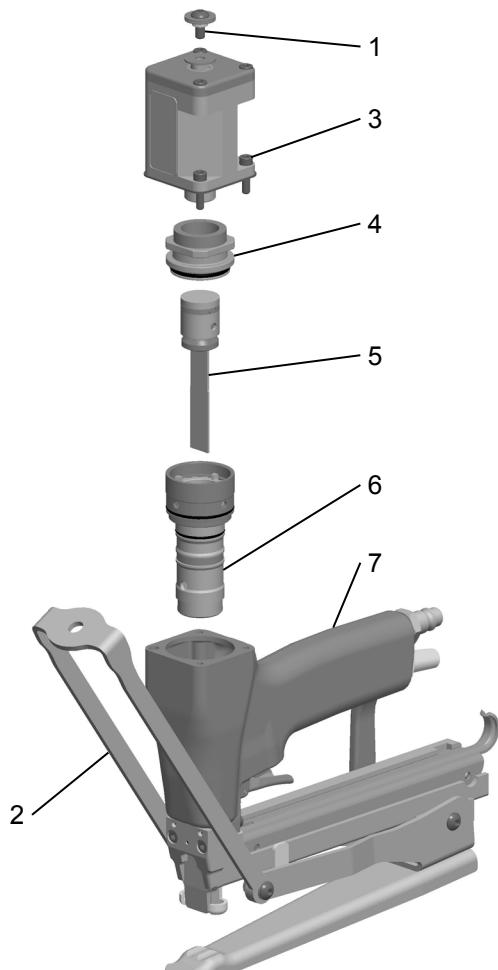

Fig. 7
- Demontera skruv (Fig. 7/1) som håller dragstången (7/2).